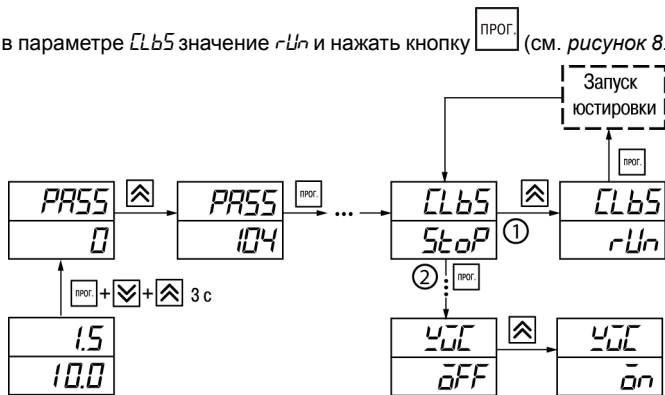

Рисунок 8.7 – Последовательность действий во время юстировки
5. Установить в параметре $\bar{c}l.b5$ значение rUn и нажать кнопку ПРОГ. (см. рисунок 8.7, шаг 1).
6. Включить автоматическую коррекцию ЭДС ТП по температуре его свободных концов, установив в параметре $\bar{c}c.g$ значение $\bar{o}n$ (см. рисунок 8.7, шаг 2).